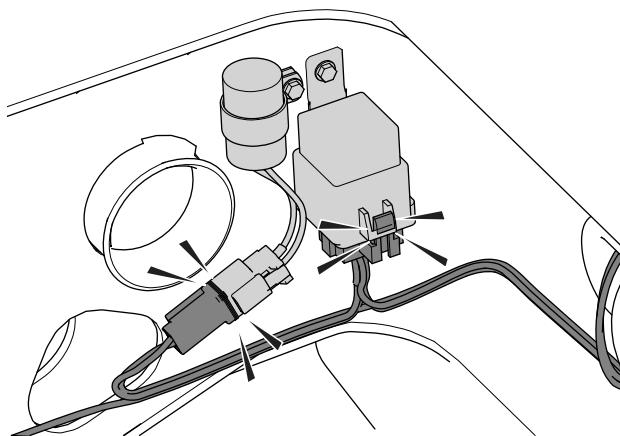

Bild 6
4. Schließen Sie den Kabelbaum am Timermodul und am Relais an (Bild 6).